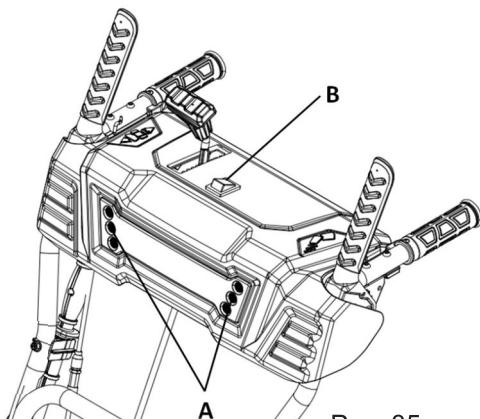

Рис. 35
ВНИМАНИЕ! Модели СМ 0761СЛЭ и СМ 0971СЛЭ имеют в конструкции LED фары (A) и переключатель режимов (B), расположенные на панели управления снегоочистителя (Рис. 35). В моделях СМ 0756НС и СМ 0761С таких функций нет.